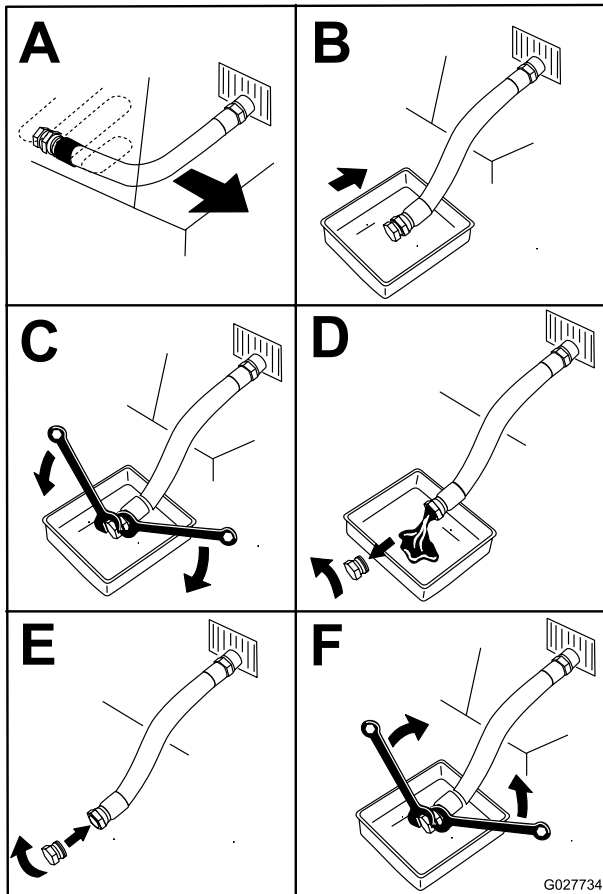

Figura 43
5. Purgue o óleo do motor (**Figura 43**).